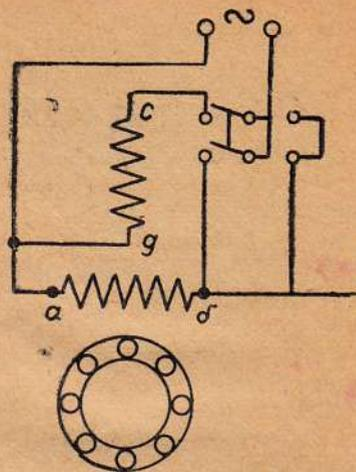

Рис. 2.
3) Моторчик типа ОК-40, однофазный, асинхронный, начинает работать при включении только тогда, когда одновременно с рабочей *а, б* (см. рис. 2) включается на время пуска так называемая пусковая обмотка *с, д*. Эта обмотка служит для того, чтобы создать, вместе с рабочей обмоткой статора, вращающееся магнитное поле, которое, взаимодействуя с магнитным полем ротора, заставляет ротор вращаться.